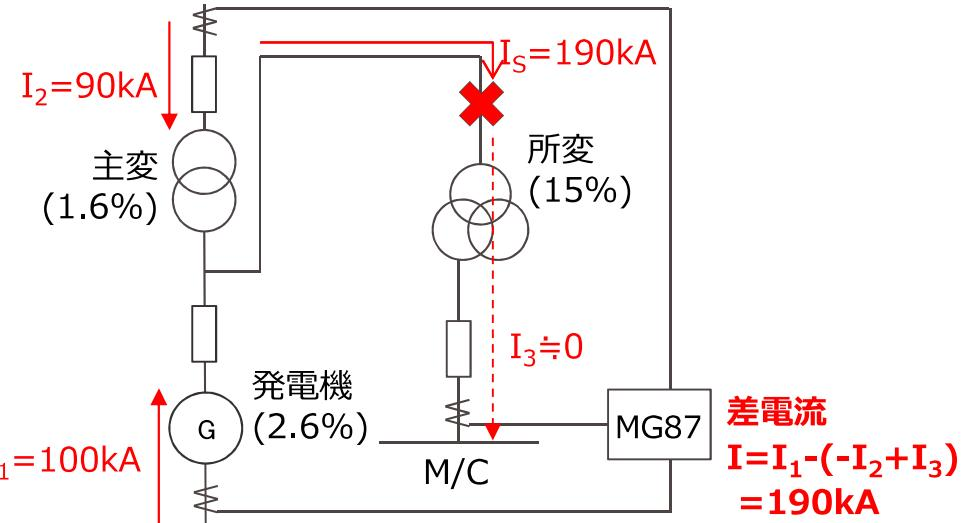

図2 MG87保護回路イメージ
- ・MG87の主な保護範囲となる所変1次側事故では、図2の通り事故点に対して発電機側及び系統（主変）側から事故電流が供給され、所変2次側の入力はほぼ0のため差電流 I は190 kAとなりMG87は動作する。